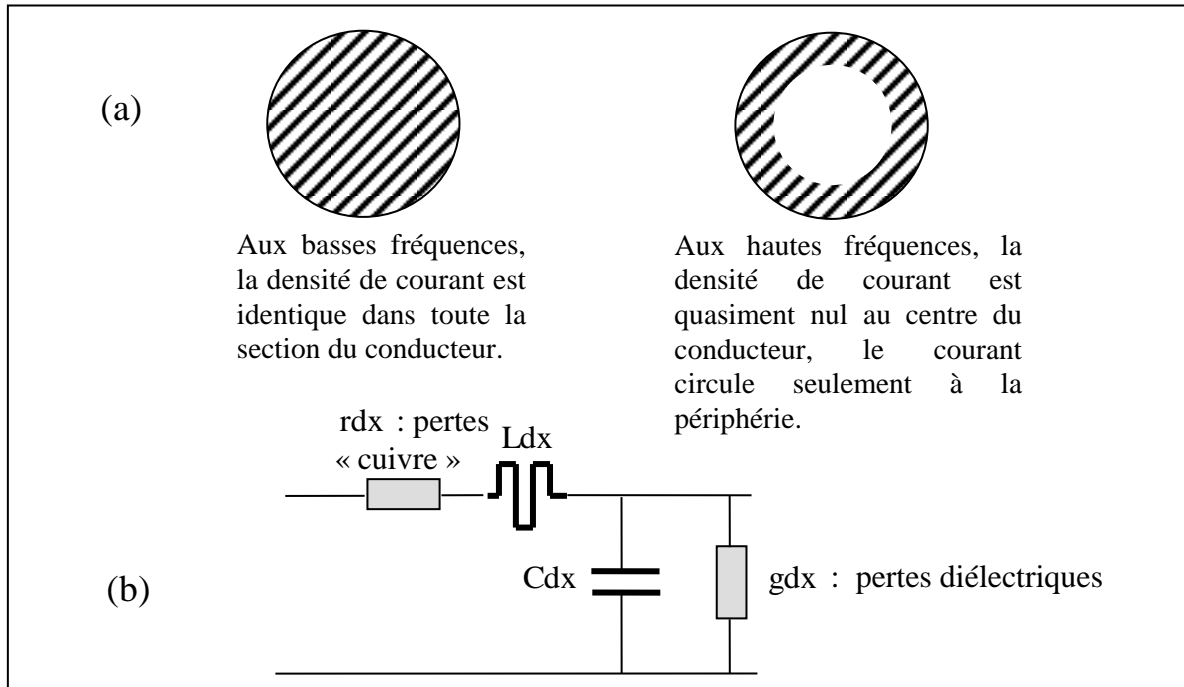

Figure 7 : (a)- Effet de peau, (b)- Modélisation électrique d'un tronçon de câble de longueur dx
- les **pertes « cuivre »**, dues à la **résistivité électrique** du matériau cuivre. Les pertes « cuivre » augmentent avec la fréquence : c'est l'**effet de peau**. En effet, aux hautes fréquences, le courant est rejeté à la périphérie des conducteurs, comme le montre la figure 7-a, ce qui diminue la section utile au passage du courant et donc augmente la résistance ($R = \rho \frac{L}{S}$). L'idéal serait d'avoir des supraconducteurs, c'est-à-dire des matériaux présentant une résistivité nulle.
Un tronçon de câble de longueur dx (en m) est modélisé par le schéma électrique de la figure 7-b, où L (en Hm^{-1}) et C (en Fm^{-1}) sont respectivement l'inductance et la capacité linéique, r (en Ωm^{-1}) et g (en Sm^{-1}) sont respectivement la résistance (pertes « cuivre ») et la conductance (pertes diélectriques) linéique.